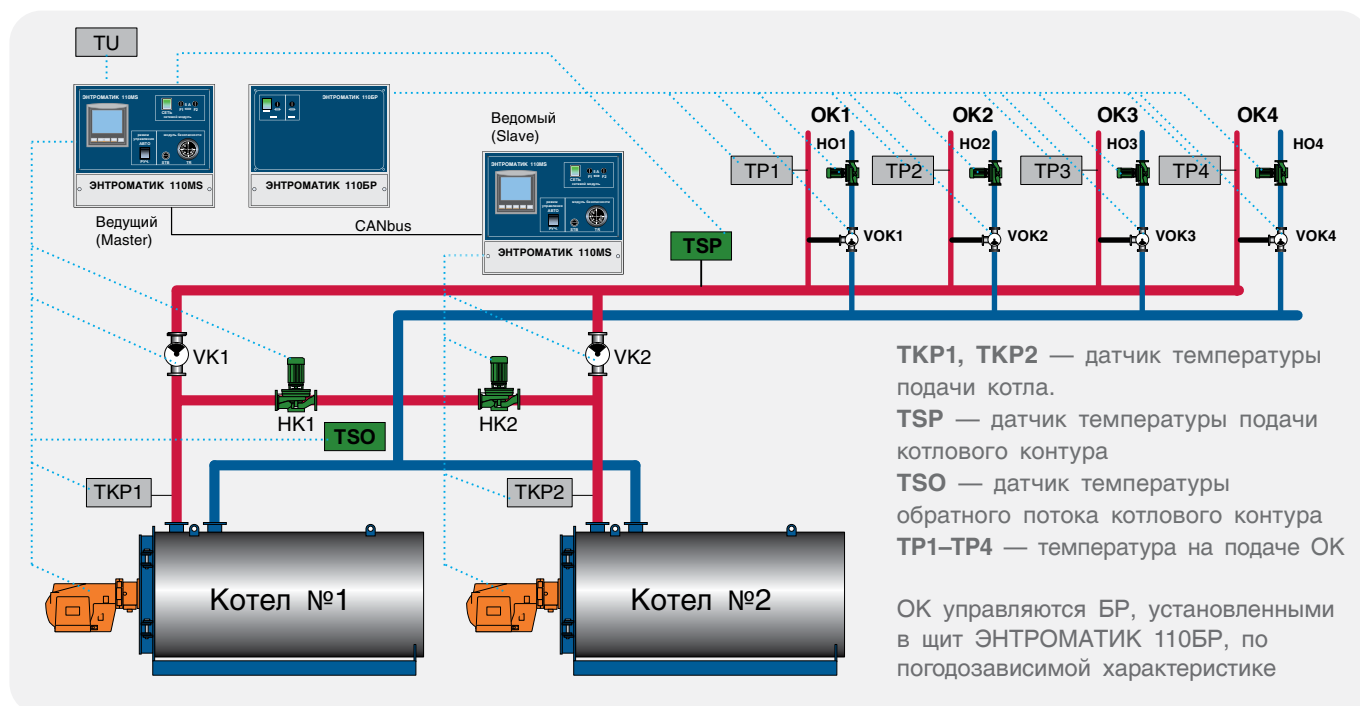

Рис. 6
- цифровую шину CANbus для обмена данными Ведущий/Ведомый (рис.6);